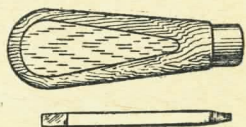

Рис. 24. Отвертка
2) отвертку (рис. 24) для отвинчивания и завинчивания винтов; она состоит из рукоятки и лезвия; широкий конец лезвия служит для отвинчивания (завинчивания) винтов: соединительного, дверцы, пружины дверцы и спусковой скобы, а узкий — для остальных винтов.